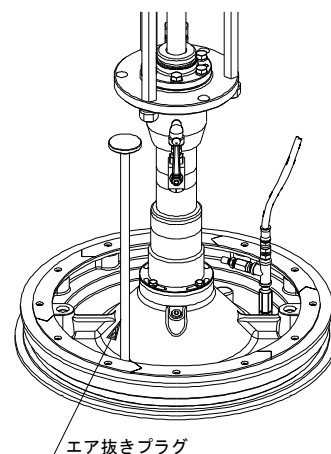

Fig.8
7. 切換スイッチを『可動』と『下降』にし、インダクタープレートをドラム缶の中に入れてください。その際、ドラム缶の中に入りにくい場合は、切換スイッチを『下降⇄加圧』に2~3秒間隔で切換えながら下降させてください。インダクタープレートのエア抜き穴からドラム缶内の材料が出てきたら、切換スイッチを『下降』に戻して、エア抜きプラグ (Fig.8) を取付け、確実に閉めてください。